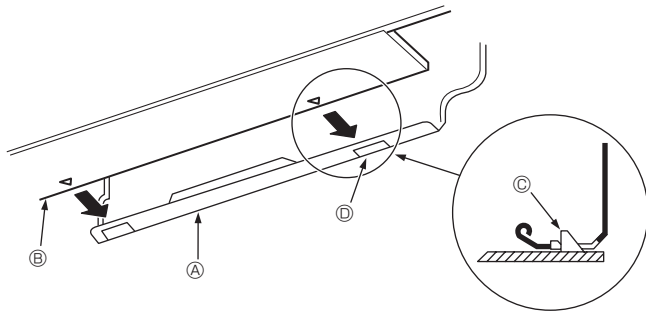

Fig. 3-15
3. Al introducir las tuberías de refrigerante y la manguera de drenaje en el orificio de penetración en la pared (manguito de penetración), cuelgue la parte superior de la unidad interior en la placa de montaje ①.
5. Fije la unidad en la placa de montaje ① empujando la parte inferior de la unidad. (Fig. 3-15)
- * Asegúrese de que los tiradores de la parte inferior de la unidad interior estén bien enganchados en la placa de montaje ①.
- ① Placa de montaje
- ② Unidad interior
- ③ Gancho
- ④ Orificio cuadrado